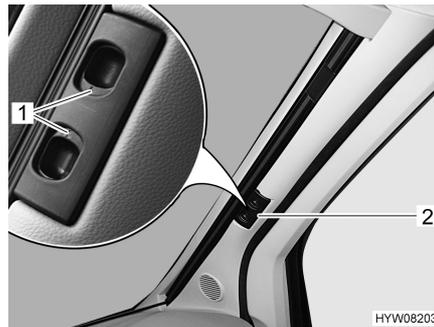

Fig. 8 Estor plegable para la luna delantera
- Empujar ambas mitades del estor plegable para la luna delantera en el tirador (Fig. 8,2) hacia afuera, hasta el tope.
- Dejar que engatillen los tiradores de desbloqueo (Fig. 8,1).